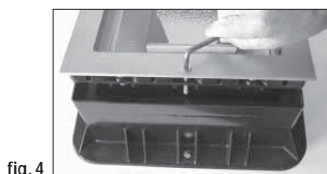

fig. 4
- séparer l'appareil du puits extérieur et le mettre au bord du terrain. (fig.4)